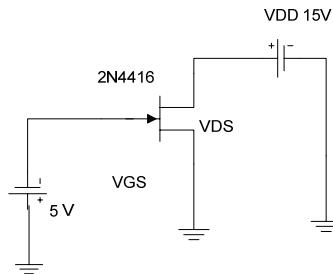

FIG 4.- SIMULATION SPICE.- CARACTERISTIQUES DE DRAIN ET DE TRANSFERT.
- 1.- Simuler le circuit de la Fig 4 avec SPICE.